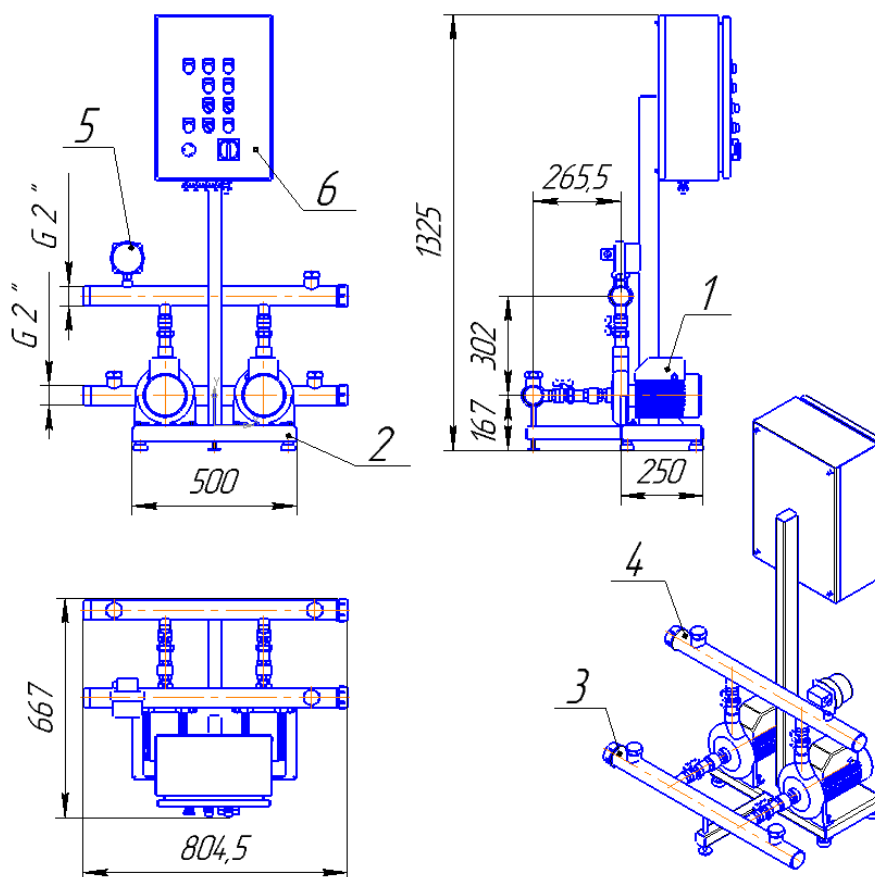

Рис.1 Внешний вид станции.
3.1. В состав станции (см. рис. 1) входят перекачивающие насосы СРm 158 (поз. 1), смонтированные на основании (поз. 2). Подача перекачиваемой жидкости осуществляется через всасывающий коллектор (поз. 3). Перекачиваемая жидкость через всасывающий коллектор распределяется по насосам и далее, через нагнетательный коллектор (поз. 4) поступает в сеть подачи жидкости потребителям. Контроль давления перекачиваемой жидкости осуществляется с помощью манометра сигнализирующего (поз.5), установленного на нагнетательном коллекторе, который подключен к схеме управления, смонтированной в корпусе пульта управления (поз. 6). управления, смонтированной в корпусе пульта управления (поз. 6).